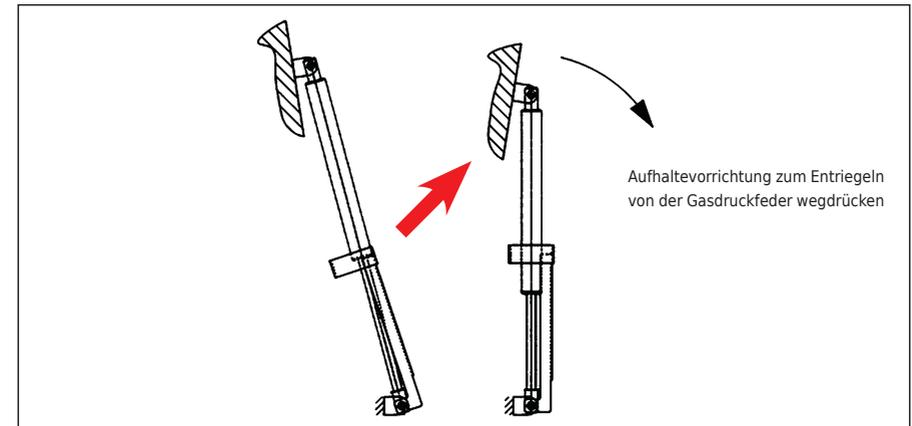

Abbildung 11 – Aufhaltevorrichtung der Gasdruckfeder entriegeln
3. Entriegeln Sie die Aufhaltevorrichtung gemäß untenstehender Abbildung 11 (Vorsicht beim Lösen der Arretierung: Es besteht Quetschgefahr!).